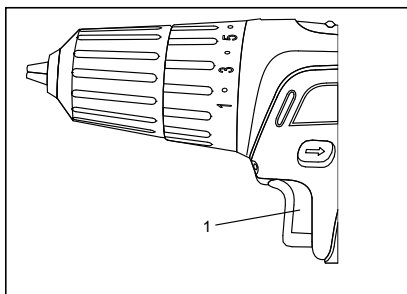

Рис.7
Шурупверт оснащен кнопкой включения (1) с плавной регулировкой числа оборотов. Медленное вращение происходит при легком нажатии на кнопку и увеличивается при более сильном нажатии (Рис. 7).